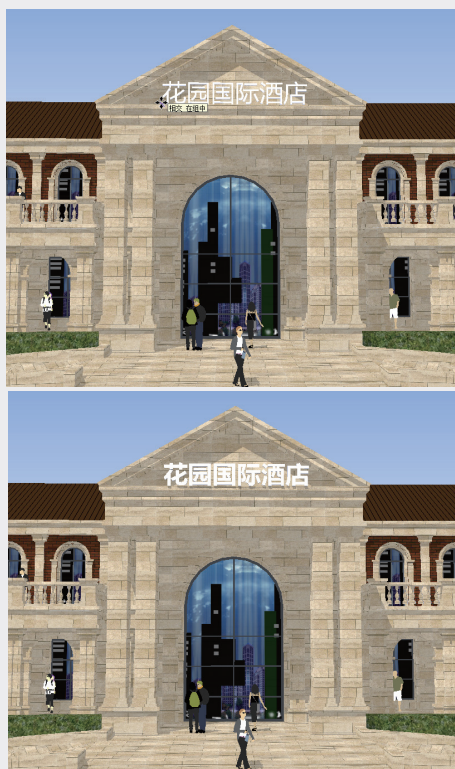

图3-102
- 03 将“花园国际酒店”文字放置在酒店入口处, 文字放置在视图中后将自动成组, 如图3-102所示。